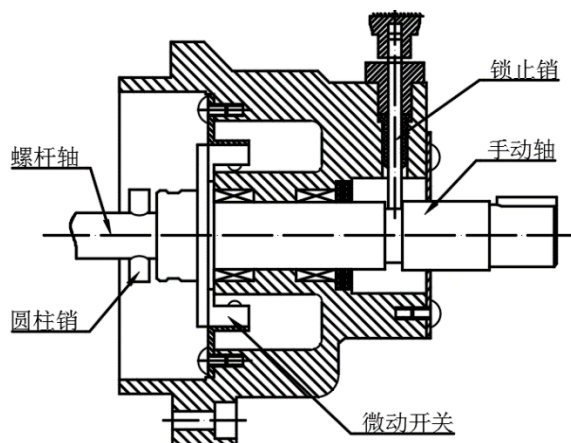

图 6
9. 手—电动切换和手动操作机构（见图 6）手动时必须首先拔出锁止销，并向内推动手动轴，手动轴与微动开关压片脱开，自动断电，手动轴的牙嵌与蜗杆轴上的圆柱销相连接，此时转动手轮可进行手动操作；手动结束后松开手轮，手动轴在压缩弹簧的反作用力作用下自动弹出，此时手动轴的牙嵌与蜗杆轴上的圆柱销自动脱开，锁止销自动锁住手动轴，同时手动轴压迫微动开关压片，自动通电，可安全的进行电动操作。
2. 行程控制器的调整（参见图 6）